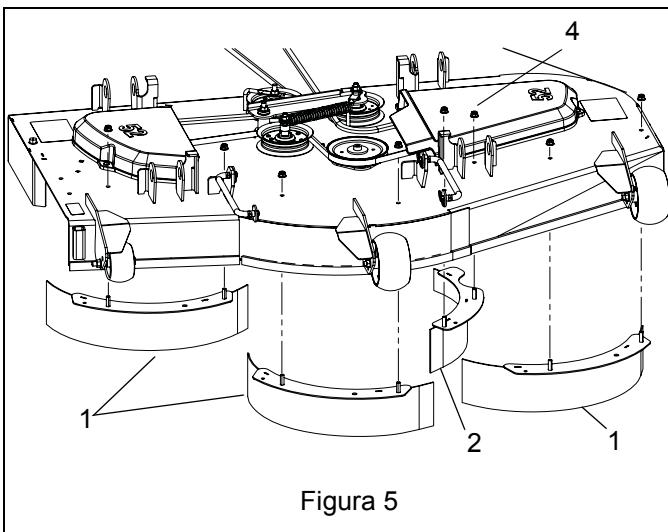

Figura 5
- Installare i tre deflettori universali (elemento 1) e il deflettore centrale (elemento 2) dal lato inferiore dell'apparato di taglio. Conservare con gli otto controdadi a colletto da 5/16" (elemento 4). Vedere Figura 5.